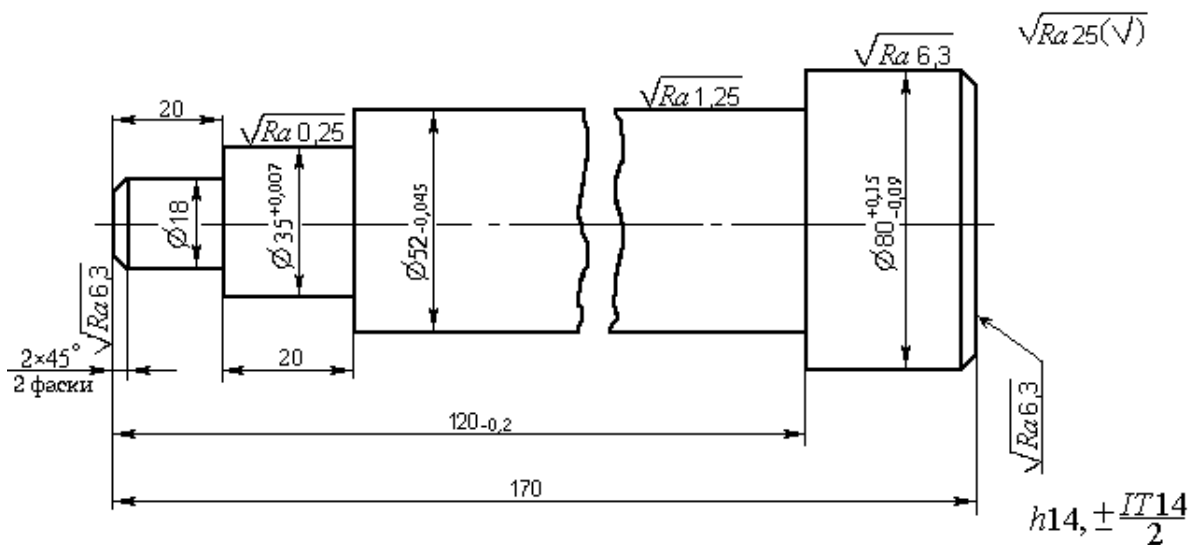

Рисунок 3.20
- деталь «Вал» (рисунок 3.20);